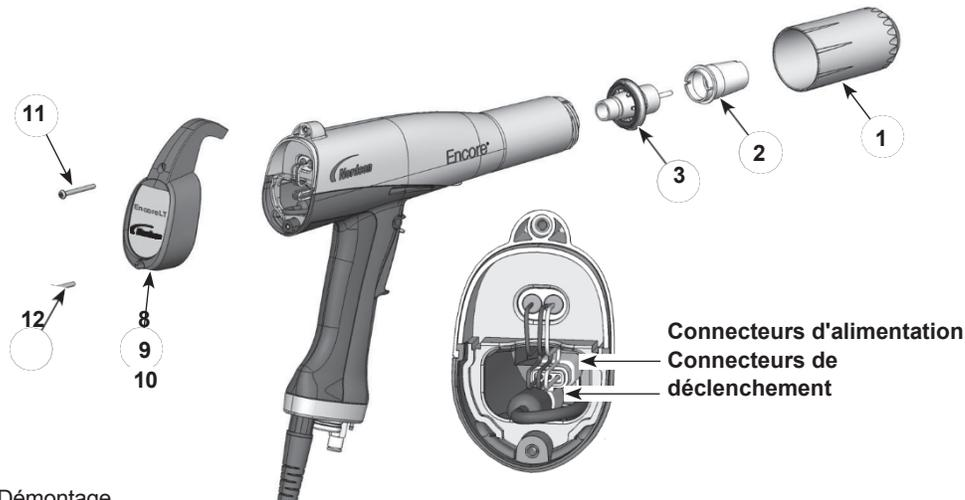

Figure 12 Pistolet Démontage
1. Voir la figure 12. Retirer l'écrou de la buse (1), la buse (2) et l'électrode (3).
2. Retirer les vis (11, 12) et le crochet (10), le couvercle (8) et le boîtier (9).
4. Voir la figure 12. Installer le couvercle (8), le boîtier (9) et le crochet (10) comme indiqué.
5. Installer l'assemblage d'électrodes (3) à l'avant du corps du pistolet. S'assurer que le fil l'électrode n'est pas pliée ou cassée.
6. Installer la buse (2) sur l'assemblage de l'électrode, en s'assurant que les clavettes de l'électrode sont bien en place.
2. Voir la figure 12. Retirer la vis inférieure (12) du boîtier (9).
3. Connecter la borne du câble à la plaque de terre (15) à l'aide de la vis M3 x 6 et de la rondelle de blocage (16, 17).
5. Accrocher la partie supérieure de la plaque de base (15) au corps du pistolet, puis la faire pivoter en position sur la plaque de base. la poignée.
6. Pousser la base de la poignée (27) vers le haut contre la poignée et le coussin de sol, et serrer fermement les deux vis M3 x 20 (12) dans la base.
7. Voir la figure 12. Installer la vis inférieure M3 x 20 (12) dans le boîtier (9) et la serrer. en toute sécurité.